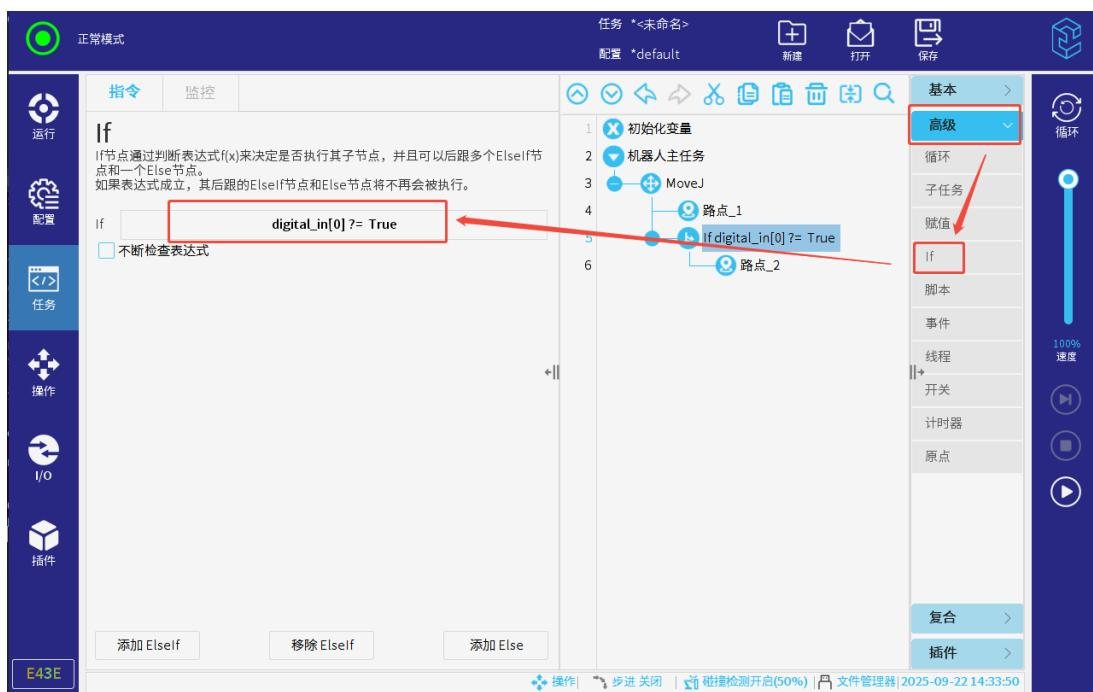

图 3-104: If
2. 点击任务树中的“If”，修改表达式，如图 3-104 所示。